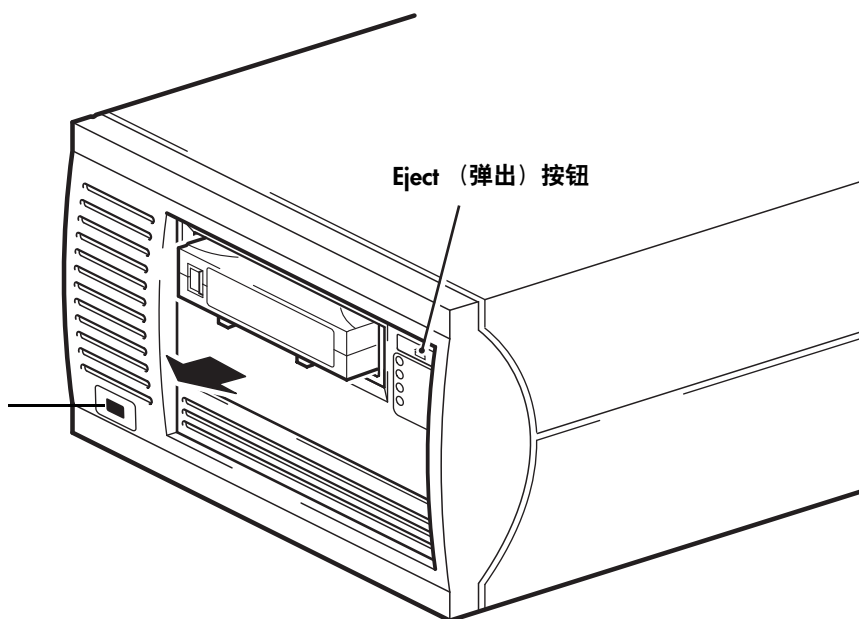

图 7b: 取出盒式磁带
- 1 按下前面板上的 Eject（弹出）按钮。（见图 7b。）